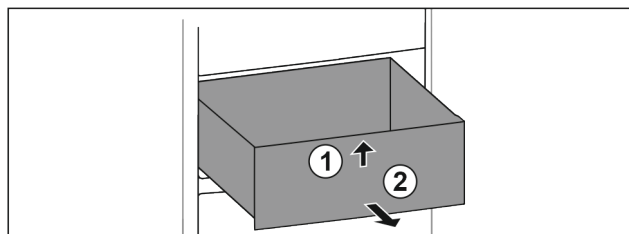

Fig. 120
- Lade aan de voorkant optillen. Fig. 120 (1)
- Lade naar voren toe verwijderen. Fig. 120 (2)